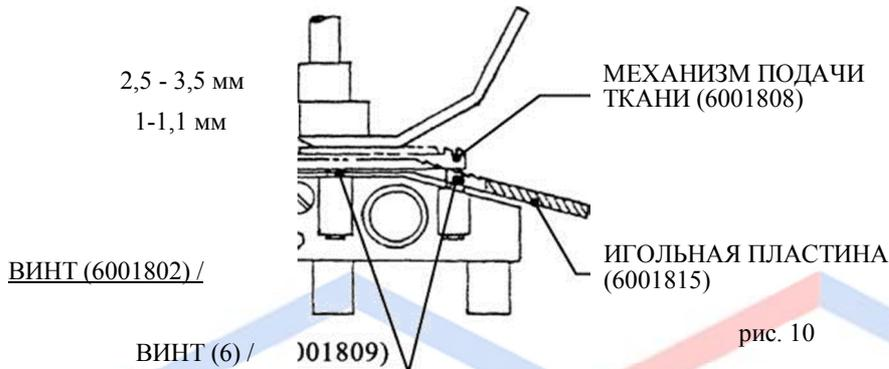

рис. 10
D. Настройка/длина стежка (рис. 10)